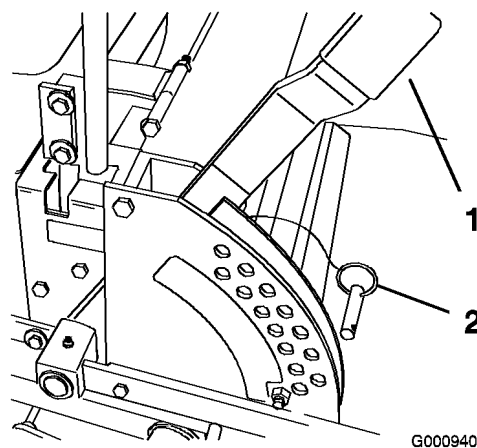

Figura 18
1. Alzate la leva dell'altezza di taglio in posizione di trasferimento (anche la posizione dell'altezza di taglio di 127 mm) (Figura 18).
2. Per regolare, togliete il perno con testa dalla staffa dell'altezza di taglio (Figura 18).
3. Selezionate, nella staffa dell'altezza di taglio, il foro corrispondente all'altezza desiderata, e inserite il perno con testa (Figura 18).